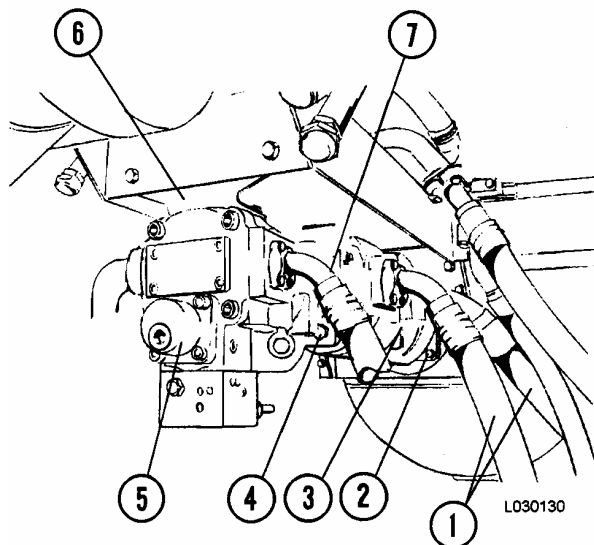
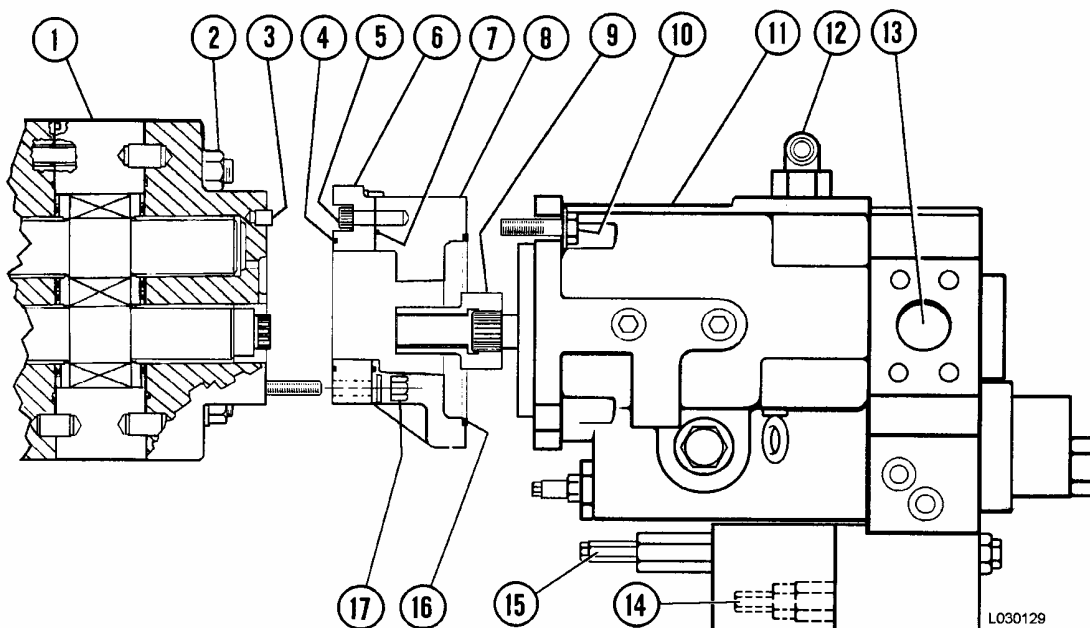

FIGURA 3-2. BOMBA HIDRAULICA
FIGURA 3-3. DESMONTAJE DE LA BOMBA DE DIRECCION/FRENOS
5. Suelte los pernos que aseguran las mangueras de entrada y salida (1, Figura 3-2) en la bomba de elevación y deje que drene el aceite. Retire las mangueras de entrada y salida. Tape o cubra todas las líneas y las entradas y salidas de la bomba para evitar que se contaminen.
8. Saque los cuatro pernos (2, Figura 3-2) que aseguran la bomba de elevación a la abrazadera de soporte delantera. Saque los seis pernos que sujetan la abrazadera de soporte (6) al soporte del módulo de la bomba. Saque la abrazadera de soporte.
10. Saque los cuatro pernos de montaje de la bomba de frenos/dirección (4). Deslice la bomba de elevación hacia delante para desenganchar las estrías del acoplamiento de mando (9, Figura 3-3) de la bomba de la dirección.
1. Monte el anillo de goma (16, Figura 3-3) a la bomba de la dirección (11). Monte el acoplador (9) a la bomba de elevación.
3. Lubrique el eje estriado de la bomba de la dirección y alinee con el acoplamiento (9). Instale la bomba de elevación a la bomba de la dirección y monte los pernos (10) con golillas endurecidas y apriete los pernos con torque estándar. Suba las bombas a su posición.
6. Apriete los pernos de la abrazadera de soporte de la bomba de dirección (6, Figura 3-2) con torque estándar.
1. Limpie muy bien el exterior del conjunto de la bomba. Si la bomba de la dirección está adherida, saque los pernos (10, Figura 3-3) y saque la bomba de la dirección de la placa de transición (8). Saque el anillo de goma (16).
2. Saque e inspecciones el acoplamiento (9). Saque y deseche el anillo de retención interno, si se instaló. Saque los pasadores (3) si están dañados o si es necesario cambiar la placa de rodamientos
4. Saque las tuercas (17, Figura 3-3). Saque la placa de rodamientos (20, Figura 3-4) con la placa de transición (22) y el anillo de goma (26). Saque los pernos que aseguran la placa de rodamientos a la placa de transición y retire el anillo de goma (23). Saque los pasadores si están dañados o si es necesario cambiar la placa de transición.